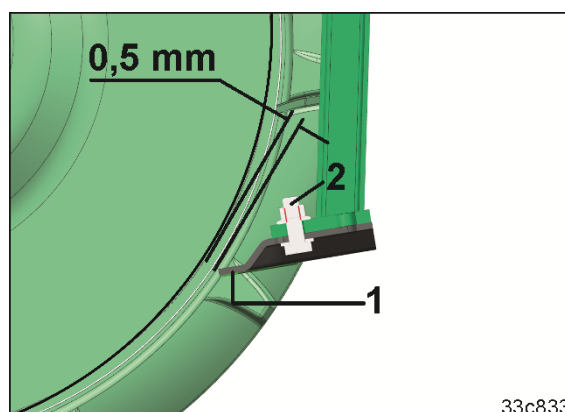

Fig. 125
4. Soltar el tornillo (Fig. 125/2).
5. Atornillar el rascador (Fig. 125/1) a una distancia de 0,5 mm respecto al tubo del rodillo.